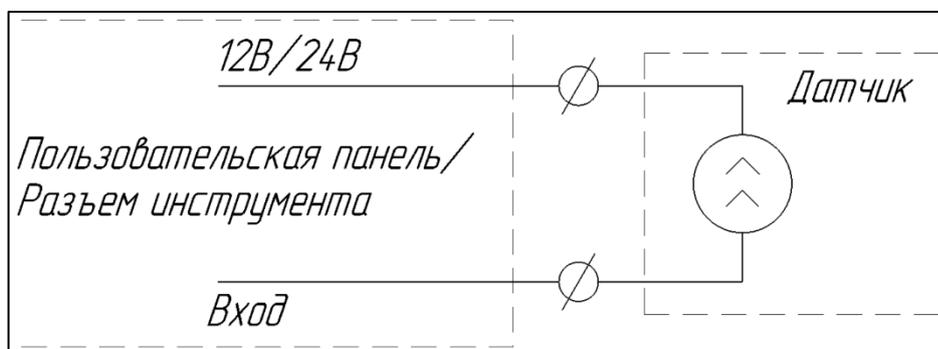

Рисунок I-24 – Схема подключения датчика с выходом типа «токовая петля»
- Подключение датчика с выходом типа «токовая петля» (см. Рисунок I-24).